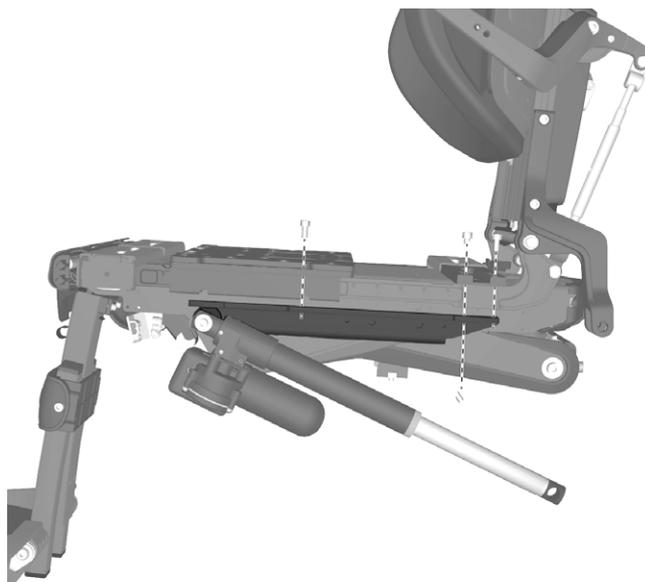

Abbildung 175. Halter der Stellvorrichtung montieren.
2. Den Keil (4) oben an der Blattfeder (5) montieren.
3. Die Buchse (6) an die Schraube (1) montieren.
4. Schraube (1) montieren.
5. Schraube (2) vorn montieren. Siehe Abbildung. 175.
6. Schraube (3) an den hinteren Teil des Halters mit Scheibe (7) und Sicherungsmutter (8) montieren.